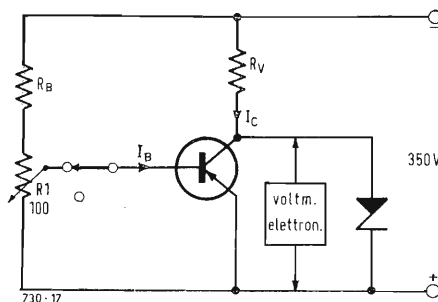

Fig. 2 - Misura delle tensioni U_{CEO} di rottura e di rottura di potenza dei transistori degli stadi finali.
1. misura della tensione U_{CE0} (fig. 2)
2. misura della scarica distruttiva di potenza (secondo breakdown; fig. 2)
Per il punto 1 - Misure di U_{CE0} . Col circuito di misura di fig. 2, si misura, per mezzo del voltmetro universale disposto fra collettore ed emettito-